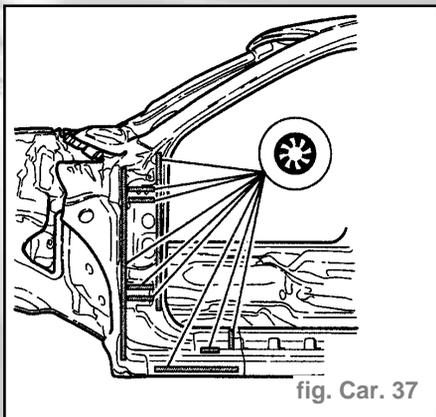

fig. Car. 37
- Soudier le montant A par bouchonnage sous gaz de protection (fig. Car. 37).